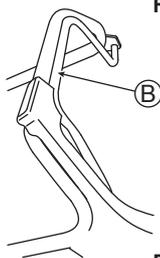

Fig. 17
4. Poussez le Levier d'embrayage (B) vers l'avant pour commencer à tondre. (Voir Fig. 17)